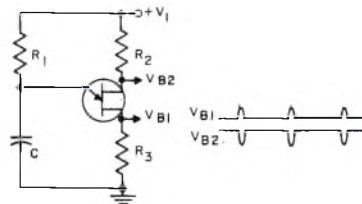

Fig. 6 - Circuito che può impiegare qualunque UJT.
*Il circuito di Suo interesse è semplicissimo, signor Paradiso (veda la fig. 6) e può impiegare qualunque UJT.*